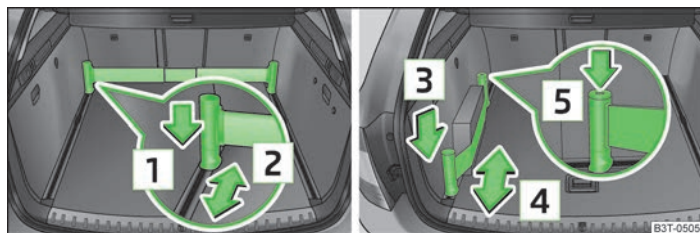

Fig. 76 Barra telescópica y correa tensora
- Presionar la parte superior del soporte en la dirección de la flecha **[1]** » fig. 76 y empujarla al mismo tiempo hacia la posición deseada en el sentido de la flecha **[2]**.
- Presionar el soporte en la dirección de la flecha **[3]** » fig. 76 y empujar al mismo tiempo hacia la posición deseada en el sentido de la flecha **[4]**.
- La correa tensora también se puede enrollar completamente pulsando la tecla **[5]** » fig. 76.